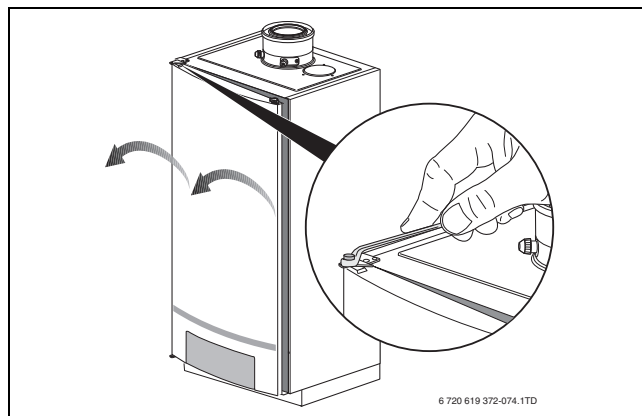

Bild 84 Kesseltür ausbauen
- Schraube am linken Scharnier der Kesseltür oben lösen und Schraube mit Unterlegscheibe abnehmen (→ Bild 84).